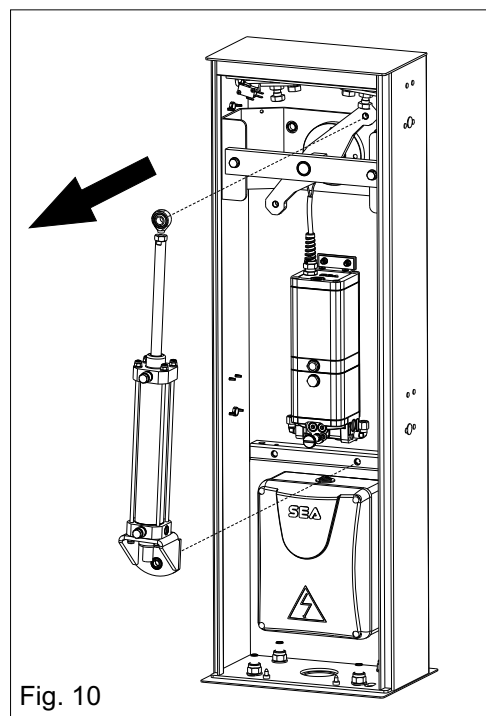
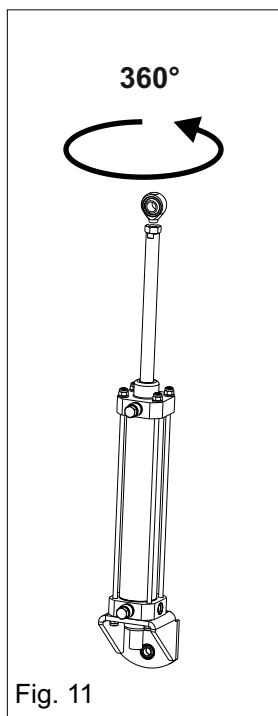
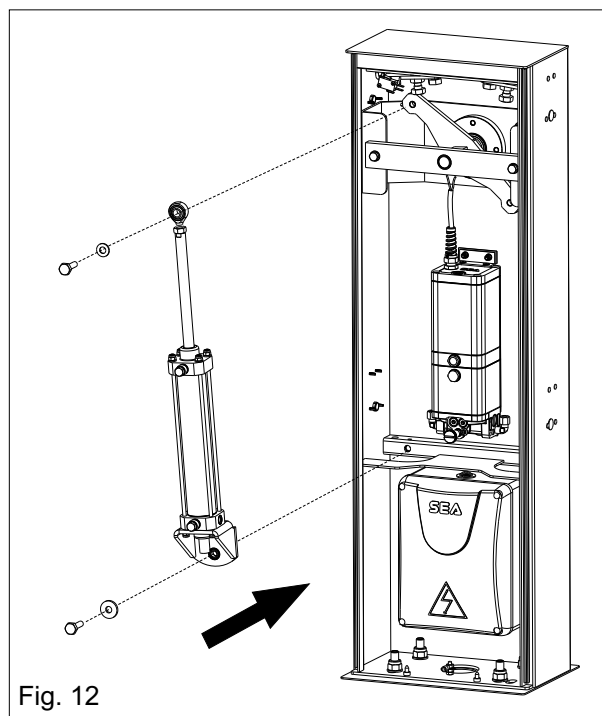

Fig. 10
Fig. 11
Fig. 12
**Si la barrière doit s'ouvrir à droite, en plus de l'insertion du ressort dans le bon côté, il sera également nécessaire d'inverser le piston de droite à gauche (Fig. 10 et Fig. 12) en le faisant tourner sur lui-même de 360 ° pour le libérer des tuyaux de raccordement entre l'unité hydraulique et le piston afin d'éviter qu'ils s'entrelacent (Fig. 11)**
**ATTENTION:** Avant d'effectuer cette opération, déverrouiller l'opérateur comme indiqué en Fig. 24 et desserrer d'un demi-tour les deux tuyaux de raccordement entre l'unité hydraulique et le piston afin de faciliter l'inversion (uniquement sur l'unité hydraulique), comme indiqué dans Fig. 10, et en faisant attention de ne pas causer d'étranglement sur les tuyaux flexibles (non visibles sur les figures)
**REMARQUE:** pour équilibrer correctement la lisse, il est conseillé de décrocher le piston du balancier en retirant le pivot comme indiqué sur la Fig. 10